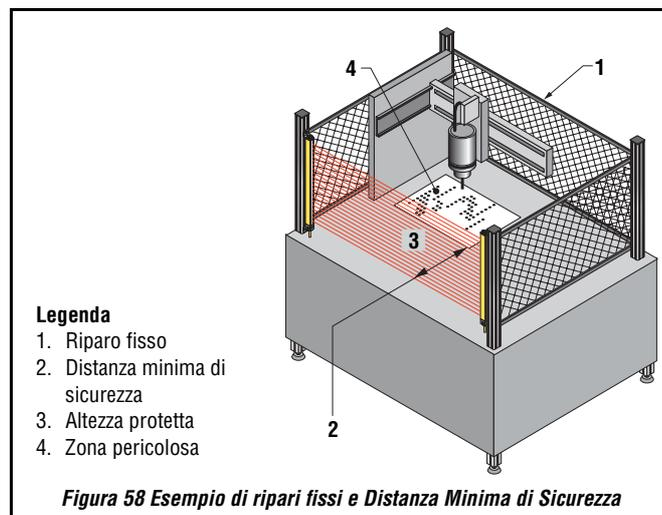

Figura 58 Esempio di ripari fissi e Distanza Minima di Sicurezza
- 1) Assicurarsi che tutti i ripari fissi, le protezioni supplementari e i dispositivi per la protezione delle parti pericolose della macchina/impianto, non collegati al sistema MINI-SCREEN siano in posizione e correttamente funzionanti (vedere la **Figura 58 a pagina 61**). ☐
- 2) Verificare che la **DISTANZA MINIMA DI SICUREZZA** tra il punto pericoloso della macchina /impianto e la **zona di rilevamento** non sia inferiore alla distanza calcolata (vedere la **Figura 58 a pagina 61**). ☐